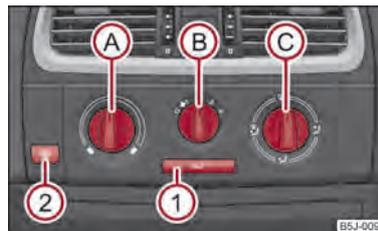

Fig. 74 Calefacción: Elementos de mando
La entrada de aire para cada eyector se ajusta con el regulador de la distribución de aire **C** ⇒ fig. 74. Los difusores **3** y **4** se pueden cerrar y abrir por separado:
- Gire el regulador giratorio **A** ⇒ fig. 74 hacia la derecha para aumentar la temperatura.
- Elementos de mando (A), (B), (C) y la tecla (1) ⇒ fig. 74.
- Pulse la tecla  ① ⇒ fig. 74, en la tecla se encenderá el testigo.
Si el regulador distribuidor de aire  se encuentra en la posición  ⇒ fig. 74, el servicio de aire circulante se desconectará automáticamente. Pulsando repetidamente la tecla , puede volver a conectar el servicio de aire de circulación también en esta posición.